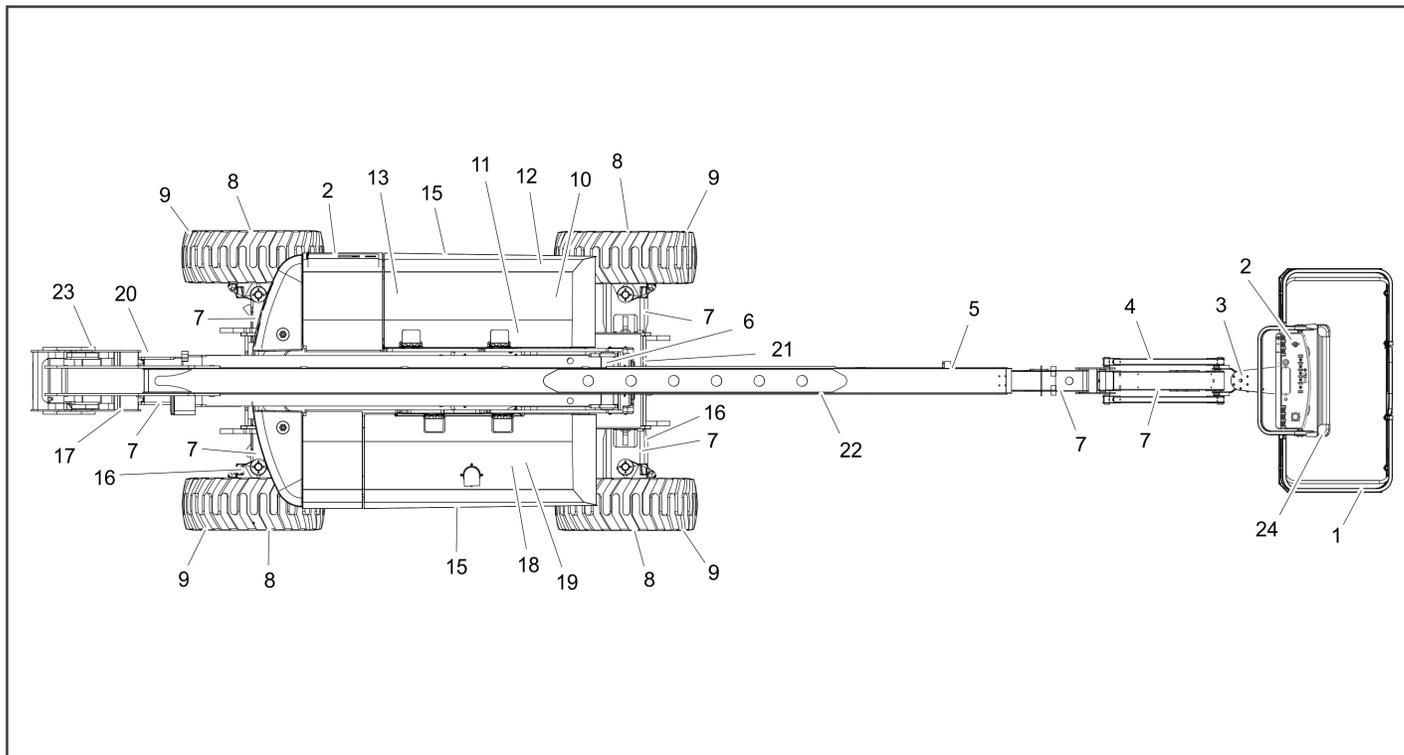

Figure 2-2. Ronde d'inspection quotidienne (fiche 1 sur 3)
5. **Ronde d'inspection** – Voir la Figure 2-2. et la Figure 2-3.